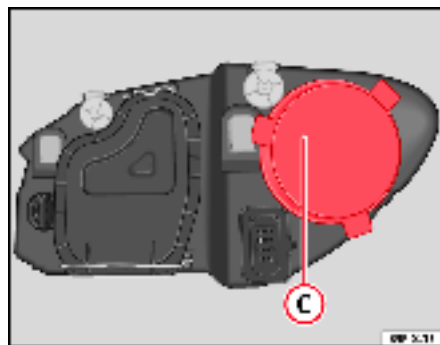

Fig. 186 Feux de route
- Retirez le cache ⇒ fig. 186 C en tirant dessus.